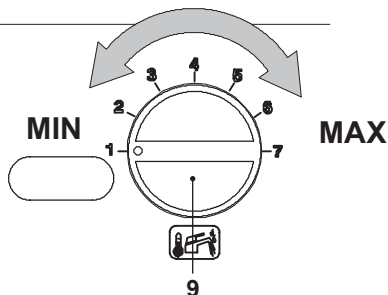

Figura 9.14
- Ruotare la manopola regolazione temperatura sanitari 9 in Figura 9.14 al minimo, sul display LCD compare la seguente visualizzazione (la sequenza **P09** si alterna a **01**).